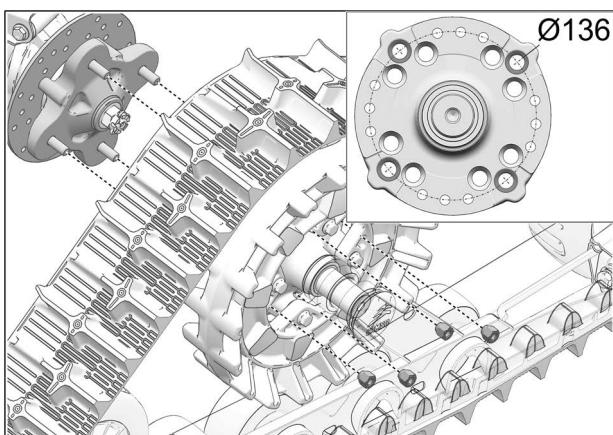

Fig. 9
9. Fixer le système de traction au moyeu de roue arrière. Utiliser le cercle de perçage de **$\varnothing 136\text{mm}$** et les écrous de roue d'origine du véhicule. Voir Fig. 9